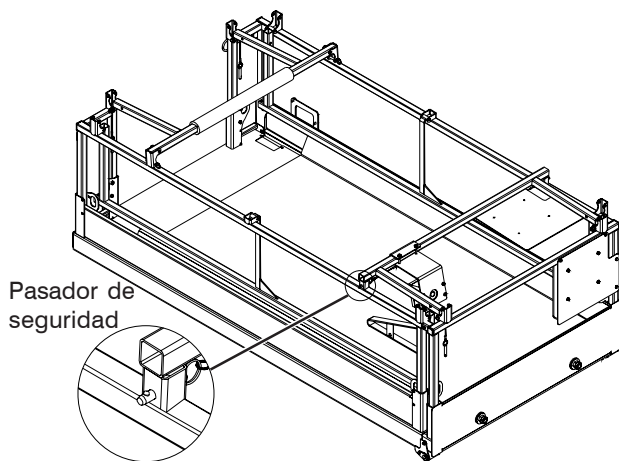

Figura 2-12b. Todas las barandas plegadas hacia abajo
4. Bloquéelas en posición en el pilar de montaje por medio del pasador de seguridad (consulte la figura 2-12b). Asegúrese de que la bola de retén del pasador haya pasado del todo.
3. Bloquee cada baranda en posición con los pasadores de seguridad asegurándose de que la bola de retén de cada pasador haya pasado del todo. Consulte la figura 2-12b.